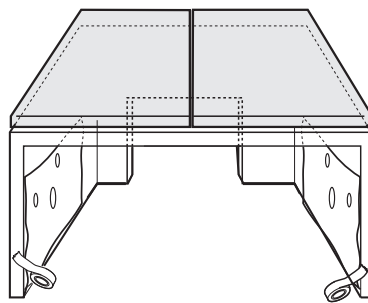

Fig. 3
3. Breng de bijgeleverde plaat eerst aan de rechter en daarna aan de linker zijde aan (Afb. 3) en boor de gaten waar dit aangegeven is (3 blinde gaten, 2 van \varnothing 2 mm, 1 van \varnothing 5 mm).